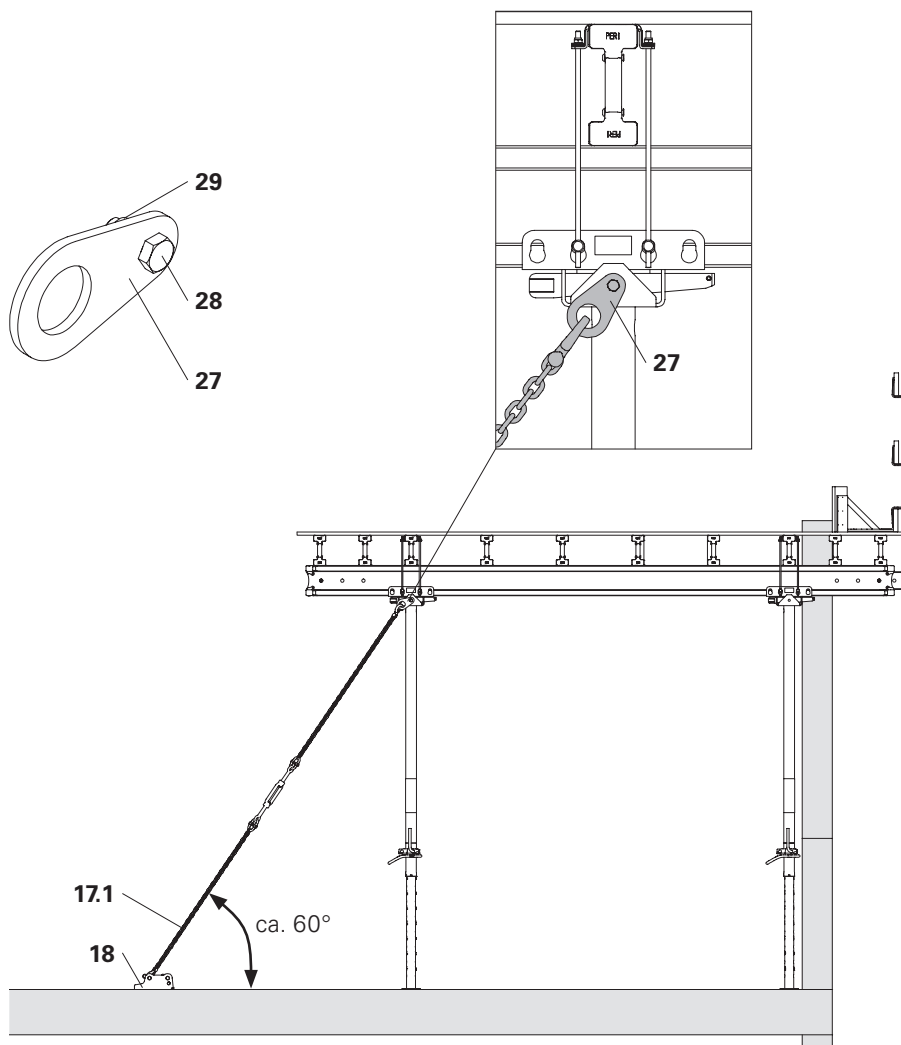

Fig. B2.11
1. Fissare l'attacco di ancoraggio TK (27) con vite ISO 4017 M12 x 30-8.8 (28) e dadi ISO 7042 M12-8 (29) alla testa per tavoli TK (26).
2. Fissare la piastra base-2 per RS (18) al suolo.
3. Agganciare e tendere la catena di cassaforma 3,0 kN, L=2,5 m (17.1). (Fig. B2.11)